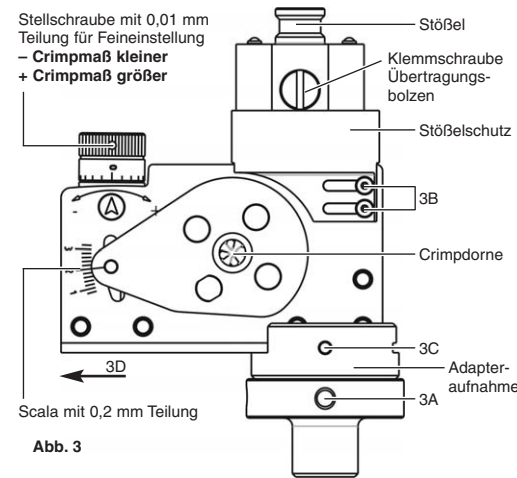

Abb. 3
- Klemmschraube des Übertragungsbolzen (Abb. 3) aus dem Stößel heraus-schrauben und entnehmen.
- Lehrdornmaß (1 bzw. 2 mm) entsprechend der Vierdorn-Crimpeinheit mit Stellschraube (Abb. 3) einstellen. Dabei ist zu beachten, dass das einzustellende Crimppmaß immer von einem größeren Wert aus erfolgen muss, z.B. von 2,2 mm auf Crimppmaß 2,0 mm zustellen.
- Die Zustellung der Crimpdorntiefe (im Uhrzeigersinn: Crimppmaßverkleinerung, entgegen des Uhrzeigersinnes: Crimppmaßvergrößerung) erfolgt durch Drehen der Stellschraube (Abb. 3). Dabei gilt: Jeder Teilstrich der Stellschraube beträgt 0,01 mm, so dass bei einer vollen Umdrehung der Stellschraube eine Zustellung um 20/100 mm (2/10 mm) realisiert wird. Die Werte sind auf einer Skala an der Vierdorn-Crimpeinheit ablesbar (Abb. 3).